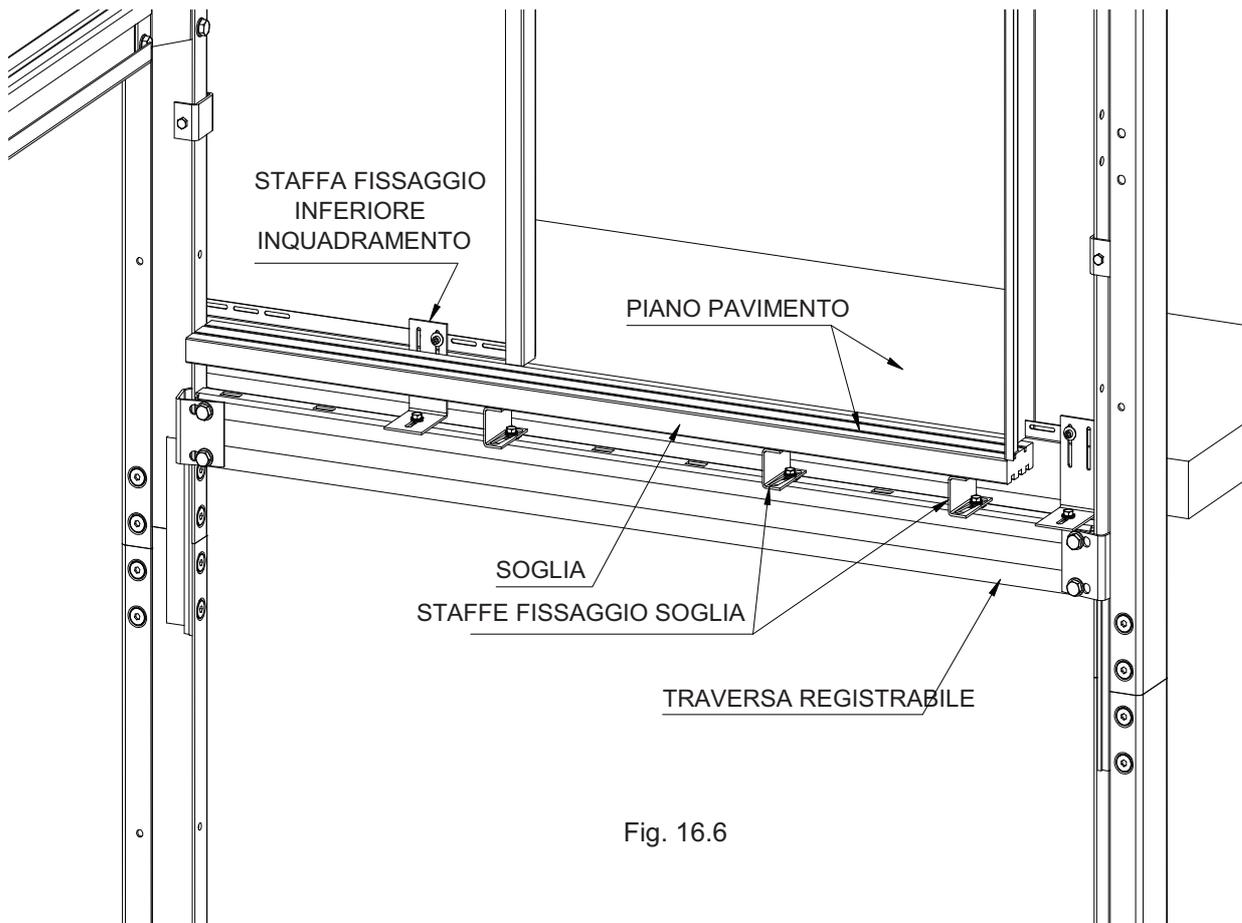
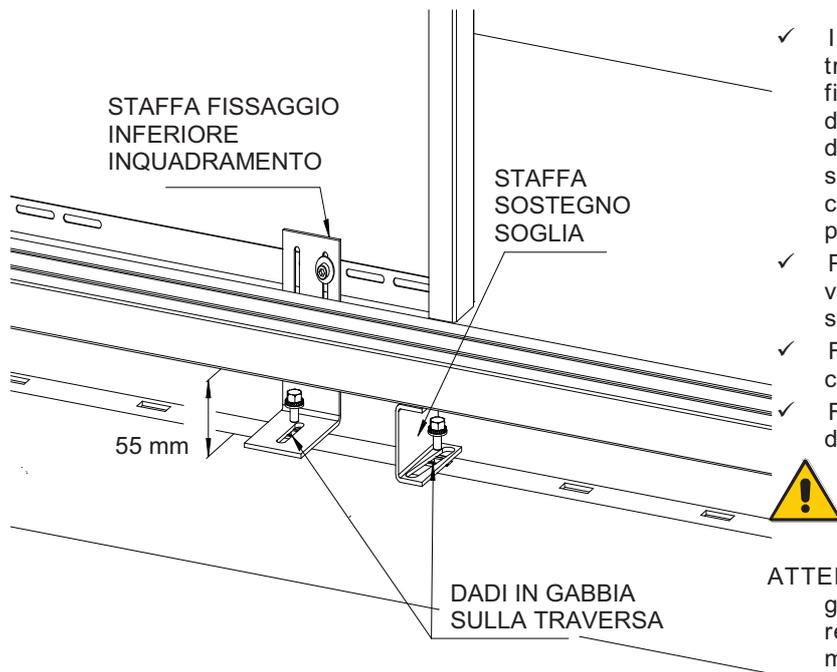

Fig. 16.6
Fig. 16.7
- ✓ Inserire sulle asole rettangolari, presenti sulla traversa registrabile, i dadi in gabbia per il fissaggio delle staffe di sostegno soglia e delle staffe di fissaggio inferiore dell'inquadramento. Per ogni porta utilizzare 3 staffe di sostegno soglia da posizionare in corrispondenza del passaggio libero della porta. (Fig. 16.6)
- ✓ Fissare la staffa di sostegno inferiore dell'inquadramento come indicato in Fig. 16.7
- ✓ Per il fissaggio fare riferimento alle Fig. 16.6 e Fig. 16.7 del capitolo "INQUADRAMENTO PER PORTE SENZA TELAIO"